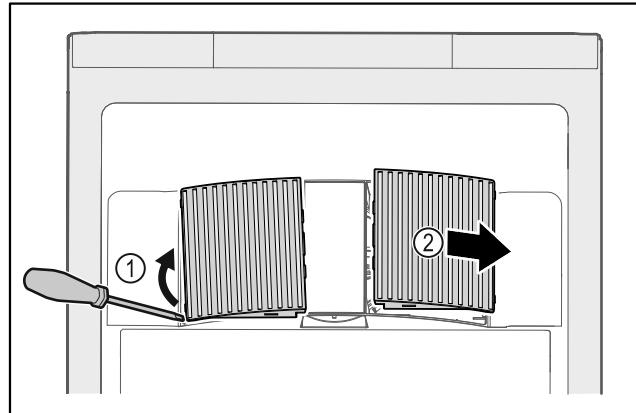

Fig. 58
- Oprezno podignite ventilatorske pokrove sa strane Fig. 58 (1) i skinite ih prema naprijed Fig. 58 (2).